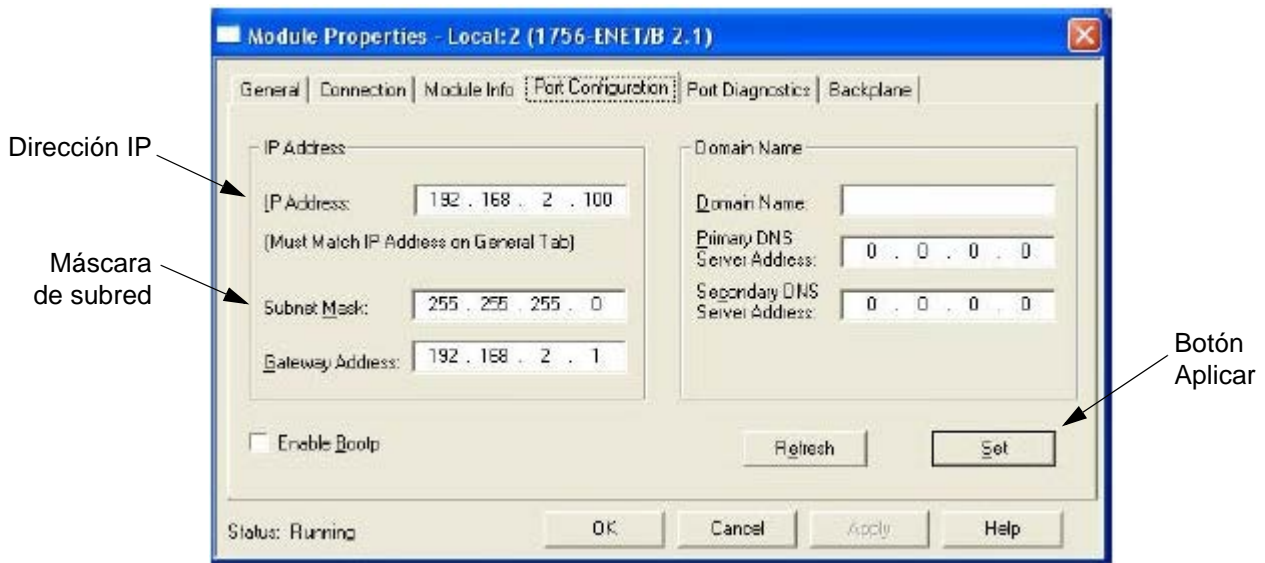

FIG. 71. Ventana Port Configuration (Configuración de puertos)
- h. Seleccione la ficha Port Configuration (Configuración de puertos) en la ventana Module Properties (Propiedades de módulo). Vea la FIG. 71.